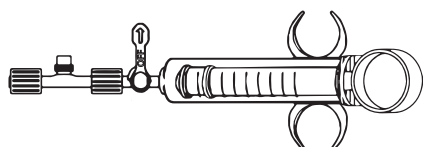

Figura 2. Cubierta de sensor, llave de paso y jeringa
2. Conecte la jeringa a la válvula de dos vías (Figura 3) o a la llave de paso de tres vías. (Figura 2)